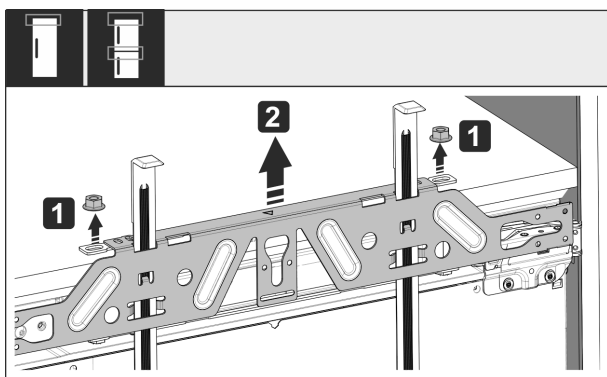

Fig. 54
- ▶ Otpustite protumatice Fig. 54 (1).
- ▶ Skinite Fig. 54 (2) pričvrstnu poprečnu letvicu.